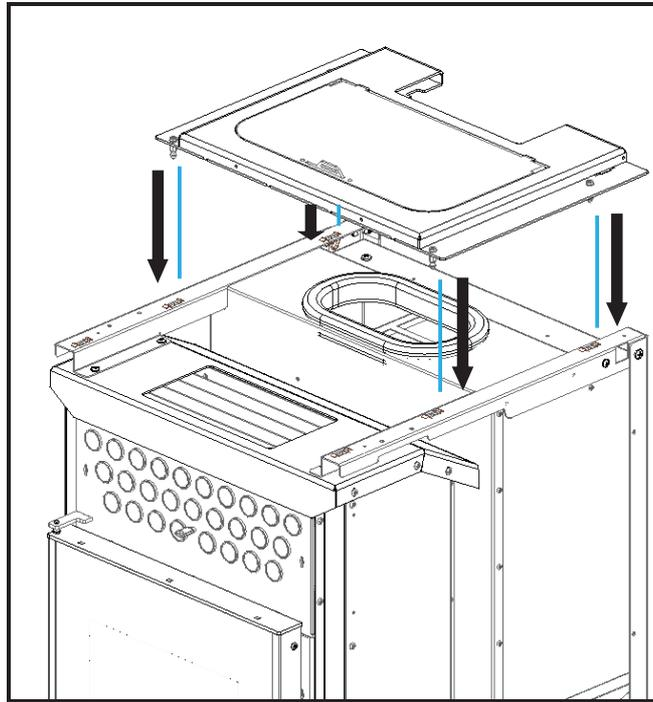

Figura 98 – Fijación de la tapa superior
a) Colocar la tapa superior como se muestra en la Figura 98. Para asegurar que la tapa se coloca correctamente, contiene cuatro pasadores en la parte inferior que deberían participar los resortes que se encuentran en la estructura.